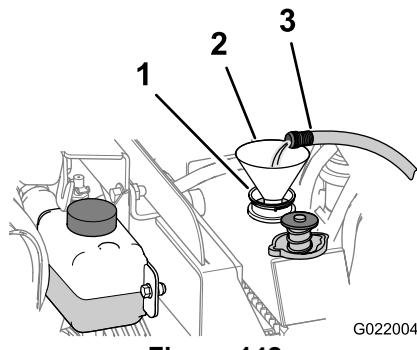

Figure 142
- Remplissez le radiateur d'eau propre (Figure 142).